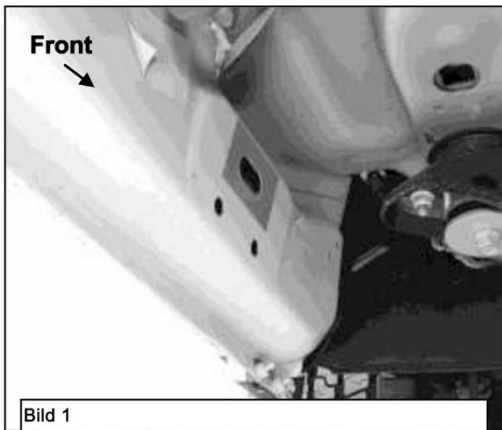

Bild 1
- Beginnen Sie mit der Montage vorne auf der Fahrerseite des Fahrzeuges. Entfernen Sie das Dichtungsband, das die originalen Befestigungspunkte verdeckt (**Bild 1**).